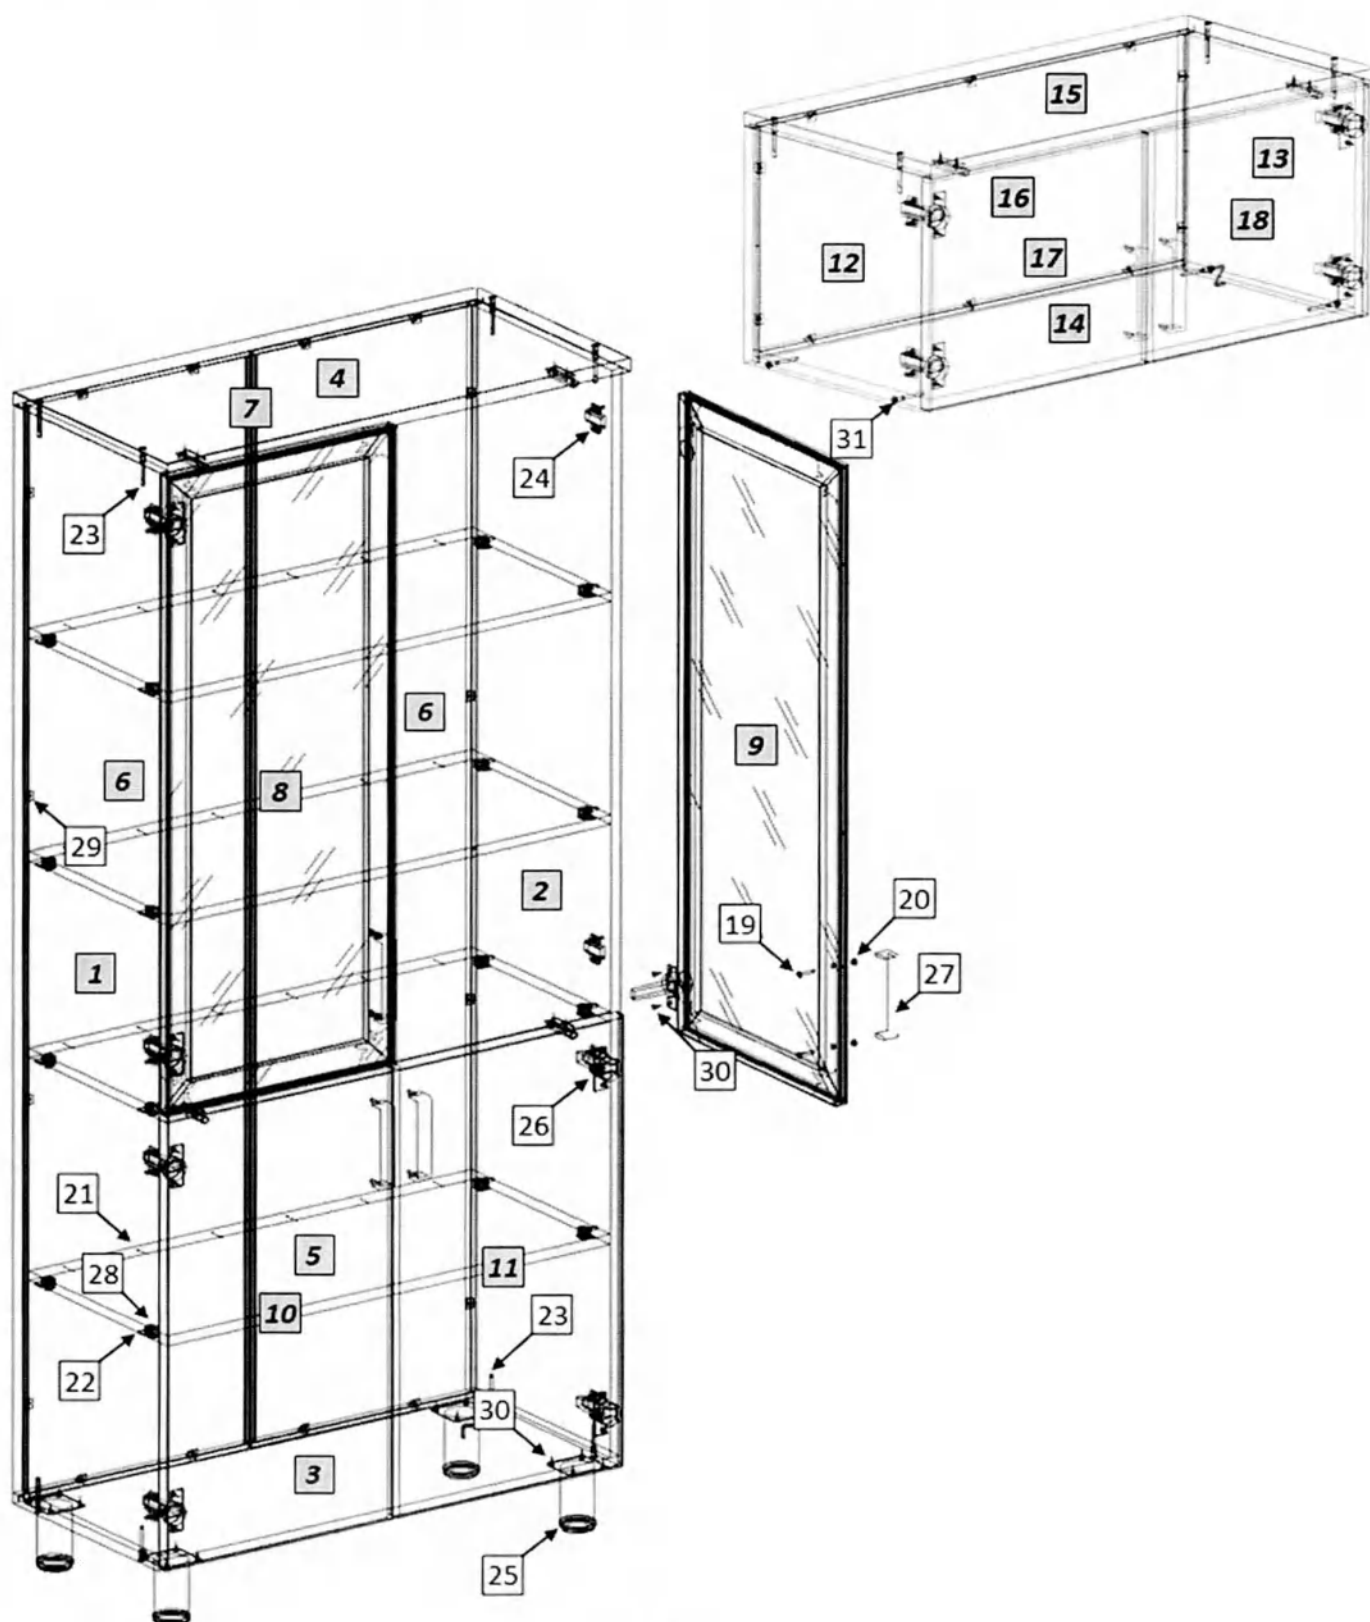

Рис. 1
1. Внимательно ознакомьтесь со схемой сборки, изображённой на рис. 1, сверяясь со спецификацией на изделие. Согласно схеме и спецификации определите расположение деталей в изделии и порядок их сборки. Сборка производится на ровном полу, укрытом материалом, предотвращающим повреждение покрытия пола и деталей мебели. Подготовьте необходимые для сборки инструменты – плоскую и крестовую отвёртки, молоток, рулетку или линейку.
2. На боковых стенках (1,2) установите ввинчиваемые дюбели эксцентриковых стяжек (15); установите монтажные планки петель (17). На горизонтальных стенках (5) установите эксцентриковые стяжки (21). Евровинтами (16) соедините боковые стенки (1,2) с горизонтальной нижней стенкой (3) и крышкой (4), установив в пазы задние стенки (6). В стык задней стенки устанавливается соединительный профиль (7). Закрепите задние стенки в пазах уголками (22). Установите и закрепите горизонтальные стенки (5), гвоздями (14) зафиксируйте к ним заднюю стенку на горизонтальной нижней стенке (3) шурупами закрепите опоры (18).
3. На фасадах (10,11) шурупами 4×16 (23) закрепите петли (19), установите ручки (20). На стеклянных дверях (8,9) установите петли (19) и ручки (20). Для правильной установки ручек на фасад из алюминиевого профиля, в отверстия в стекле должны быть установлены втулки (13), ручки крепятся винтами (12) (усилие не должно быть чрезмерным, чтобы избежать повреждение стекла). Закрепите двери к боковым стенкам шкафа. Отрегулируйте положение дверей винтами петель.